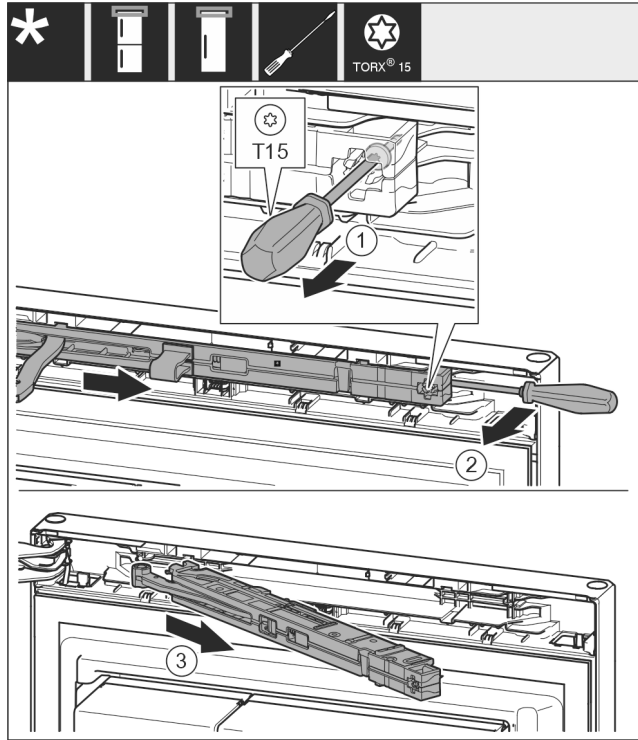

Fig. 11
- Oldja ki a csavart Fig. 11 (1) a záráscsillapító egységen 14 mm méretű csavarhúzóval.
- Emelje ki a záráscsillapító egységet Fig. 11 (2) a fogantyú felőli oldalon csavarhúzó segítségével felfelé.
- Húzza ki a záráscsillapító egységet Fig. 11 (3).